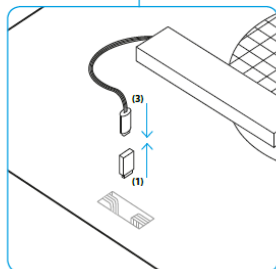

Fig 3 **Nem installation af modtageren**
Fig. 3 Enkel montering av mottakeren. Mottakeren kan monteres enkelt uten behov for verktøy. Fjern USB-pluggen (1) fra viftens overside, og plugg inn mottakeren (3).